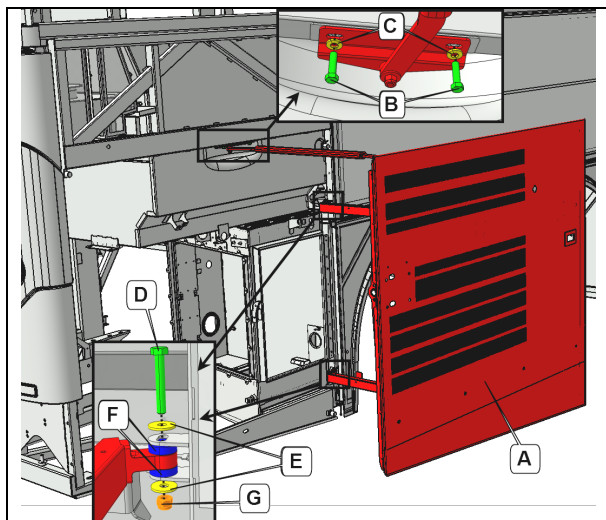

FIGURE 112: CHARNIÈRE
1. Pour ajuster la position, la porte doit pouvoir bouger librement. Vous devrez donc enlever la goupille E et la plaque de butée C (Figure 112).